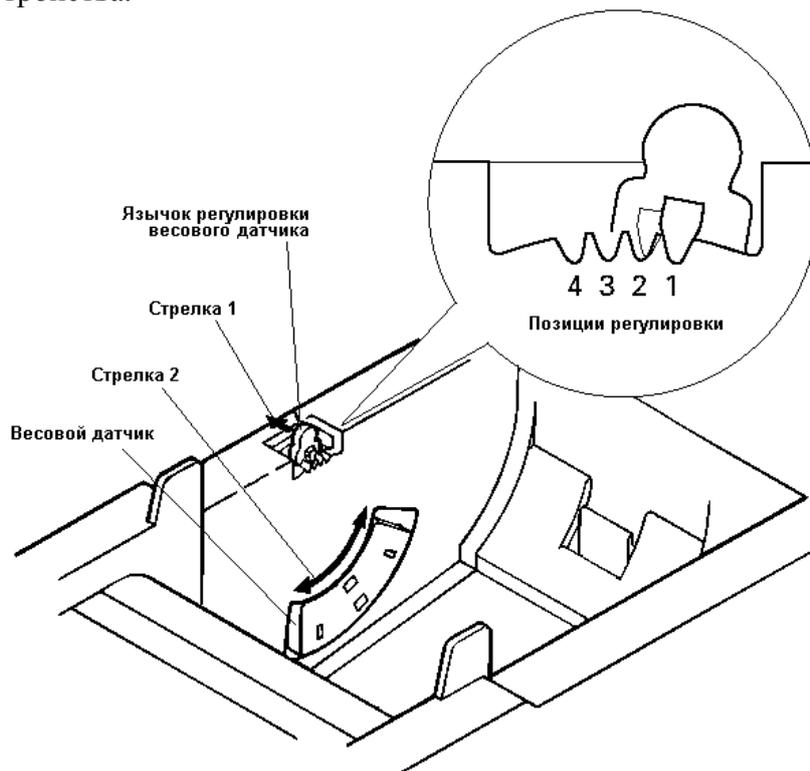

Рисунок 10 Настройка весового датчика
3. Слегка отогните язычок регулировки весового датчика в направлении, указанном на Рис. 10 Стрелкой 1, и переместите на нужную позицию. Нумерация позиций регулировки указана на корпусе ККТ, а также на Рис. 10, где язычок датчика показан со стороны контейнера рулонной бумаги.